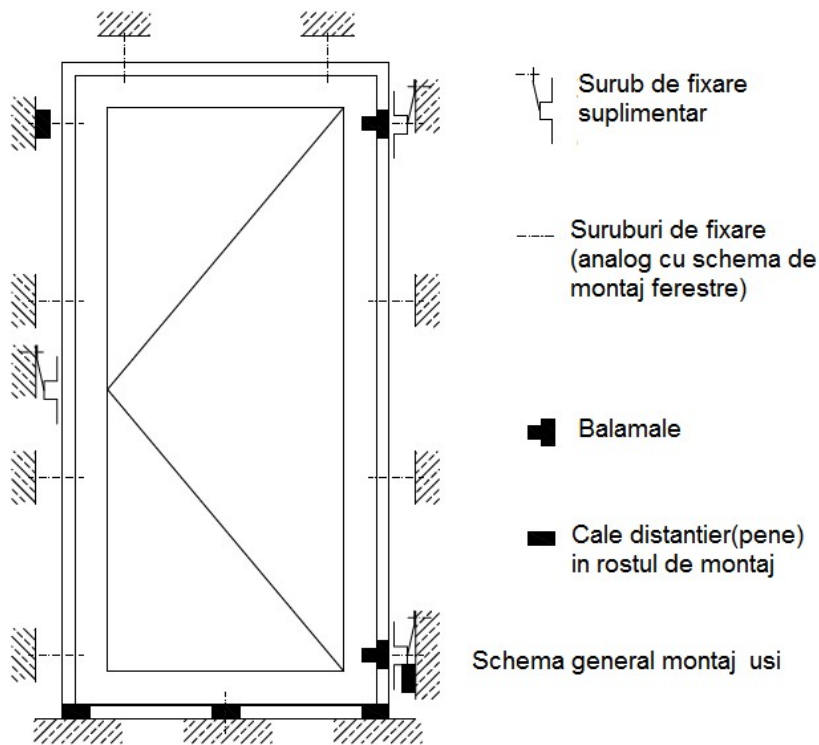

Fig.3 Schema generala montaj usi
Această noțiune cuprinde toate forțele care sunt determinate de greutatea proprie a elementelor de tamplarie. În vederea transmiterii sarcinilor, cadrele(ramele) trebuie să fie calate și fixate în zidărie prin intermediul elementelor de prindere convenționale (vezi Fig. 3 și 4).
- În vederea transmiterii sarcinilor(in special, greutatea proprie a ferestrei) pe termen lung, este recomandat ca elementele de susținere(cale) să rămână montate în rosturile constructive in partea inferioara(vezi Fig.3)